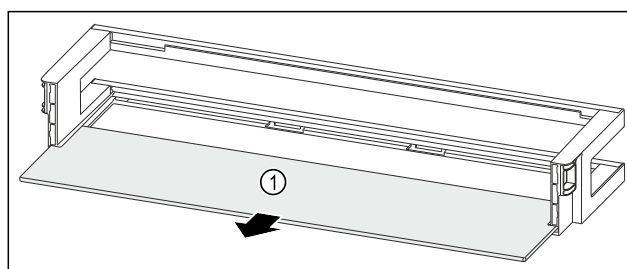

Fig. 89 Dørhylle med oppstillingsplass
- Fjern oppstillingsplassen Fig. 89 (1).